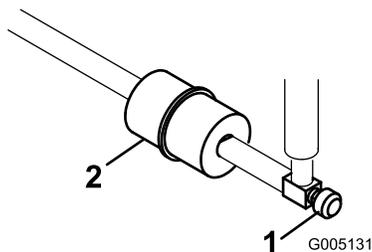

Figura 32
El filtro de combustible en línea se encuentra en el tubo de combustible, entre el depósito de combustible y el carburador (Figura 32).
1. Cierre la válvula de cierre del combustible (Figura 32).
2. Coloque un recipiente debajo del filtro, afloje la abrazadera en el lado del carburador del filtro y retire el tubo de combustible del filtro (Figura 32).
3. Afloje la otra abrazadera y retire el filtro (Figura 32).